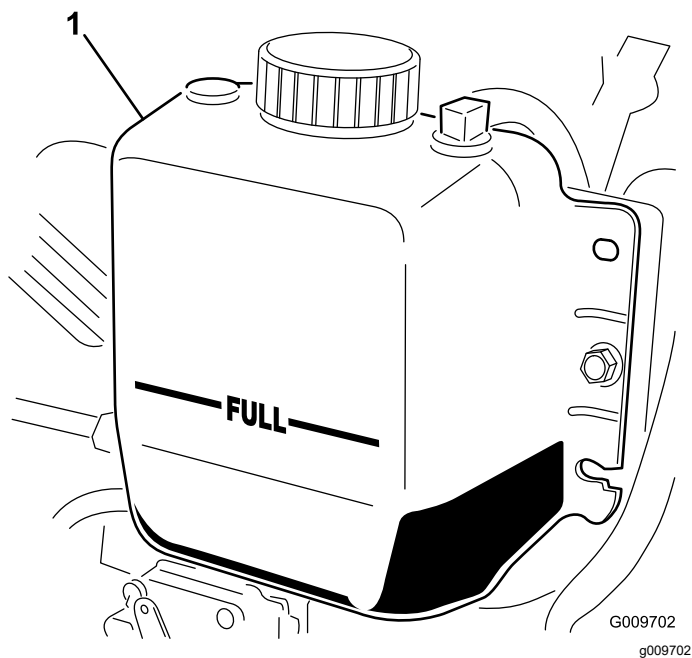

Figura 77
3. Compruebe el nivel de refrigerante del radiador. El radiador debe llenarse hasta la parte superior del cuello de llenado, y el depósito de expansión debe llenarse hasta la marca LLENO (Figura 77).